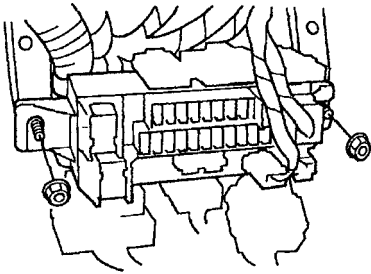

图 12-26 拆卸熔丝/继电器盒
4) 如图 12-26 所示，拆卸 2 个装配螺栓，卸下发动机盖下熔丝/继电器盒。